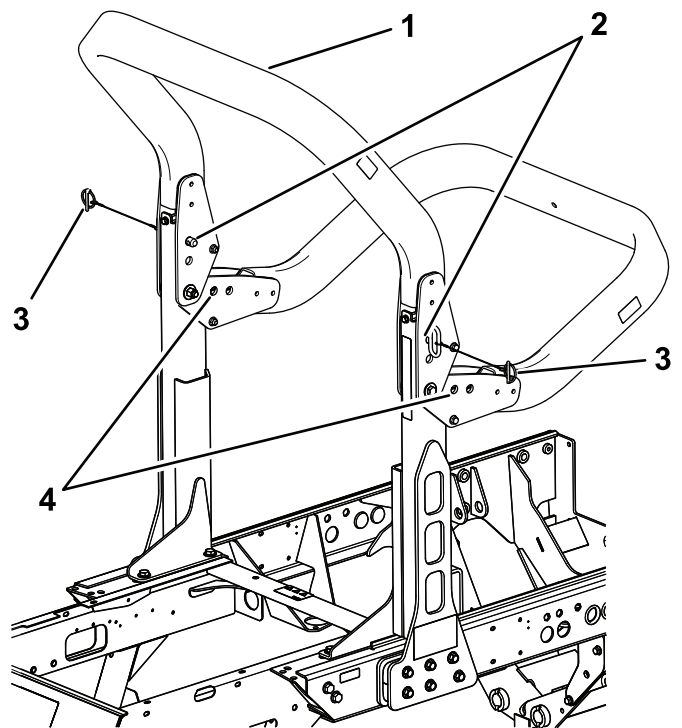

Figura 62
2. Sostenete il peso del telaio superiore mentre rimuovete i perni a scatto e i perni con testa dalle staffe orientabili (Figura 62).